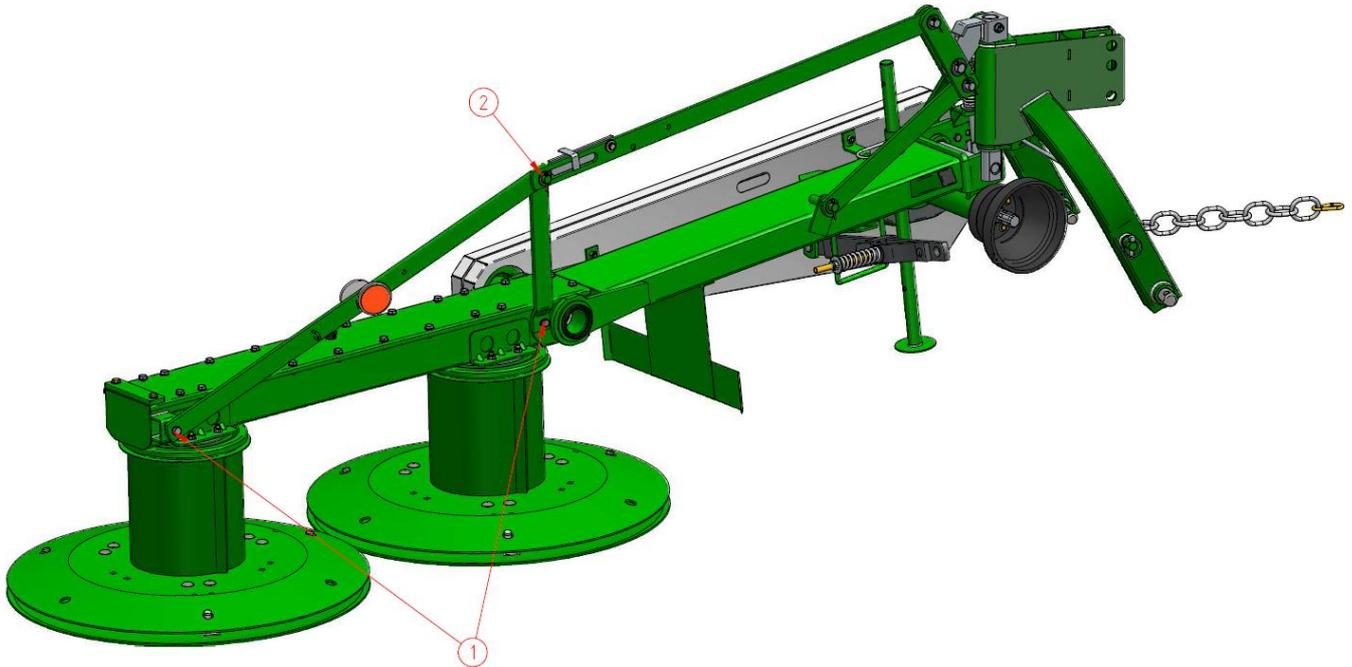

Abbildung 39 Montage der Schutzabdeckung - STUFE IX
- Gefräste Stange von der Klinge-Stange trennen (bei Hydraulik-Variante: mit Hydraulikzylinder) (Abb. 39, Pos.2),
- Schrauben abnehmen, die die Klinge-Stange mit dem Hauptträger verbinden (Abb.39 Pos.1) und Klinge-Stange von der Maschine abbauen.